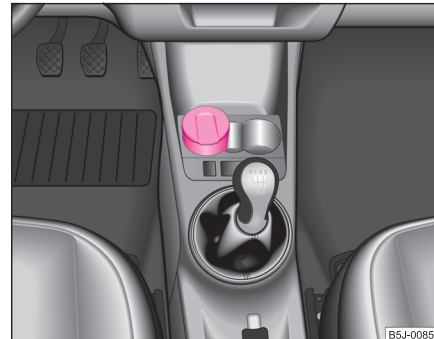

Fig. 66 Consola centrală:
- Scoateți scumiera ⇒ pagina 81, fig. 66 în sus. Nu țineți scumiera de capac - pericol de rupere.